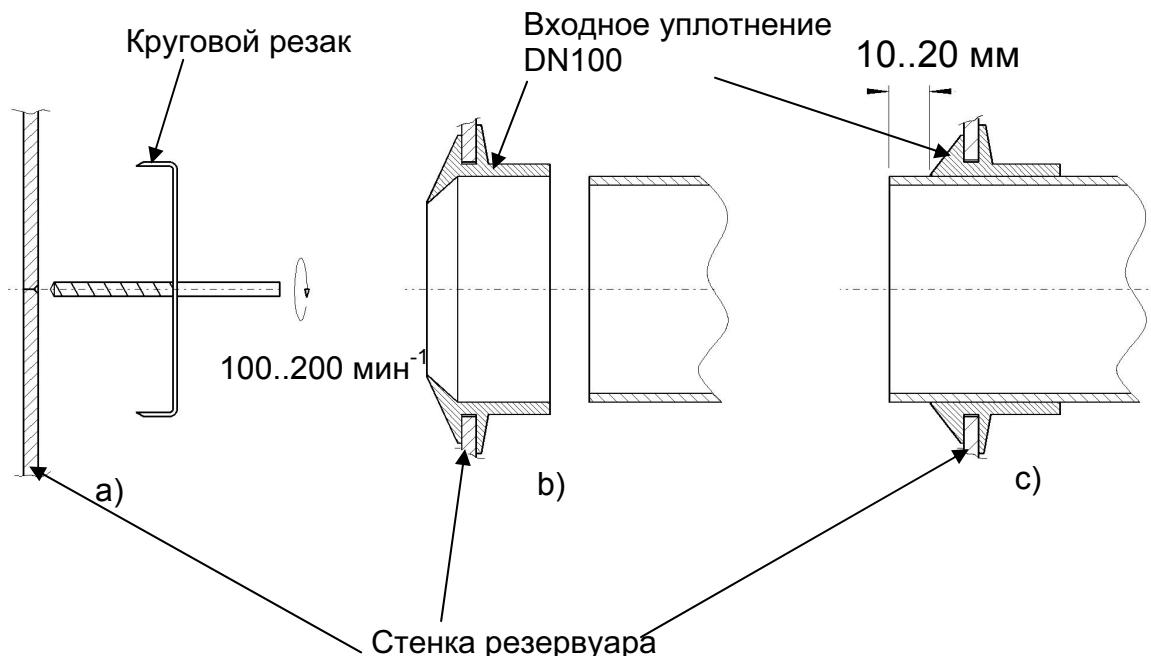

Рис. 5. Крепление кругового резака для выполнения отверстия DN100
- С помощью прилагаемого кругового резака, предназначенного для ручной дрели, выполняется отверстие для подающего трубопровода DN100 в стенке резервуара (Рис. 5).